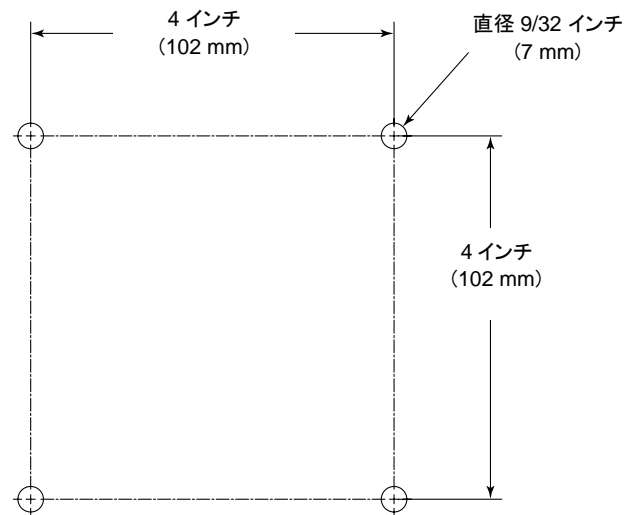

Figure 3 シリーズ 8HPH
3. **Fig.3** の寸法ガイドに従い作業台に穴を開けます。